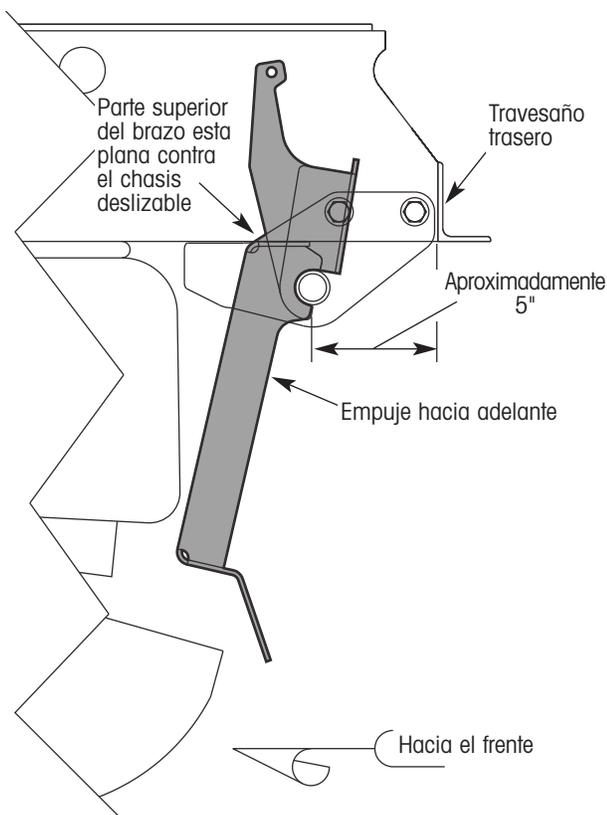

Figura 11. Verificando la tolerancia apropiada
**IMPORTANTE:** Si usted está reemplazando un brazo del SURELOK™ que es similar al que se muestra del lado derecho en la figura 7, es un diseño anterior (pre 2001). Al ordenar un brazo nuevo, usted recibirá una versión compatible la cual es similar al que se muestra en la Figura 11. Por favor contacte al departamento de Servicios Técnicos de Hendrickson al tel. (81) 8288-1300 si tiene alguna pregunta relacionada con la instalación apropiada, servicio y mantenimiento de los productos Hendrickson.
- Empuje el ensamble del brazo hacia adelante como se muestra en la figura 11. Verifique que:
- La parte superior de ambos brazos de soporte este plana contra el chasis del deslizable (figura 11)
- Mida la distancia entre el travesaño trasero y el borde trasero de ambos brazos como se muestra en la figura 11. Esta distancia debe medir aproximadamente cinco pulgadas.
1. Verifique que la distancia entre el travesaño trasero y el borde superior trasero del ensamble del brazo sea de cinco pulgadas (figura 11).
2. Verifique que la parte superior del ensamble del brazo este plana contra la parte inferior del chasis del deslizante (figura 11).